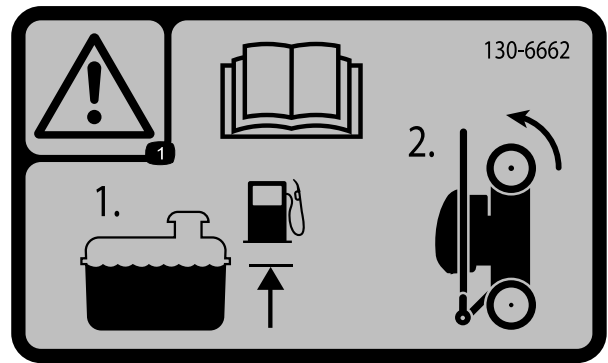

Figure 17
1. Assurez-vous que le niveau d'essence dans le réservoir de carburant ne dépasse pas celui recommandé par le constructeur du moteur ; reportez-vous à l'autocollant du constructeur apposé sur le moteur (Figure 17).